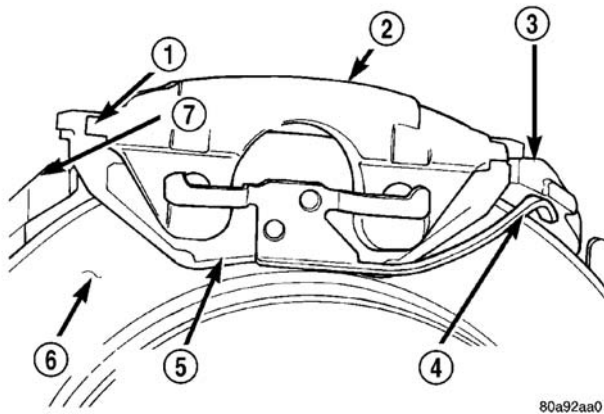

图 24 拆卸/安装制动钳
(4) 按照以下程序从适配器拆下后制动钳。首先从适配器向上转动制动钳的前部。然后从适配器上的后支座下方拉出制动钳后部与外制动衬片防振夹（图 24）。
(6) 按照与拆卸相反的程序，小心地将制动钳与制动衬片放下，越过制动盘放到适配器上（图 24）。